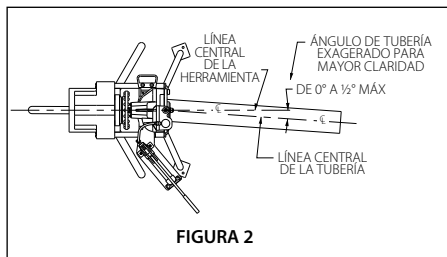

FIGURA 2
2. Posicione el soporte para tuberías a más o menos ½° a la izquierda (ángulo de seguimiento). Vea la Figura 2.